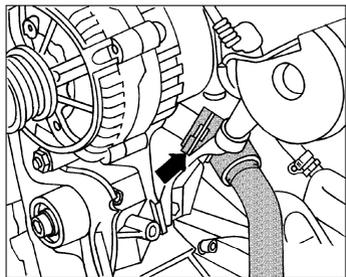

图 2-11 松开连接法兰卡夹
25) 拔下发动机左侧的冷却液软管, 为此须松开图 2-11 箭头所指连接法兰卡夹。